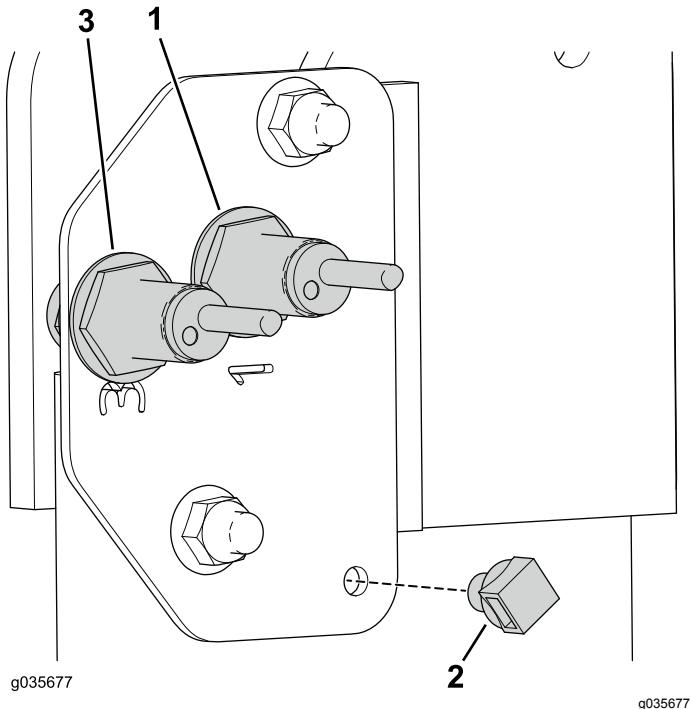
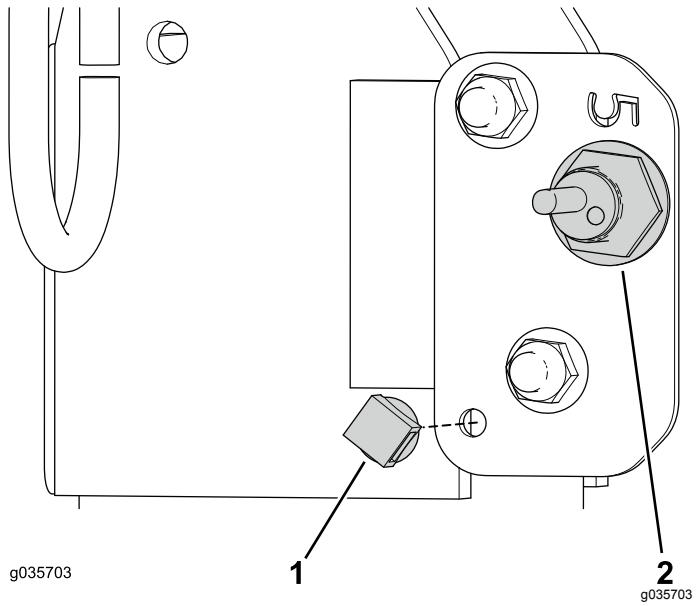

図 23
図 24
5. それぞれの近接センサーにワイヤハーネスを接続する図 23と図 24。
6. 左右のセンサーパートに、ケーブルタイのクリップを取り付ける図 23と図 24。
7. ケーブルタイをクリップに通してワイヤハーネスコネクタに巻き付け、センサーパートに固定する図 23と図 24。